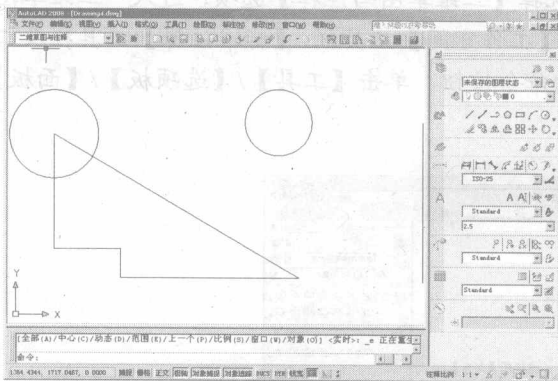

图 1-8 显示全部图形
11. 单击程序窗口右边【面板】上的  按钮, 图形又全部显示在窗口中, 如图 1-8 所示。